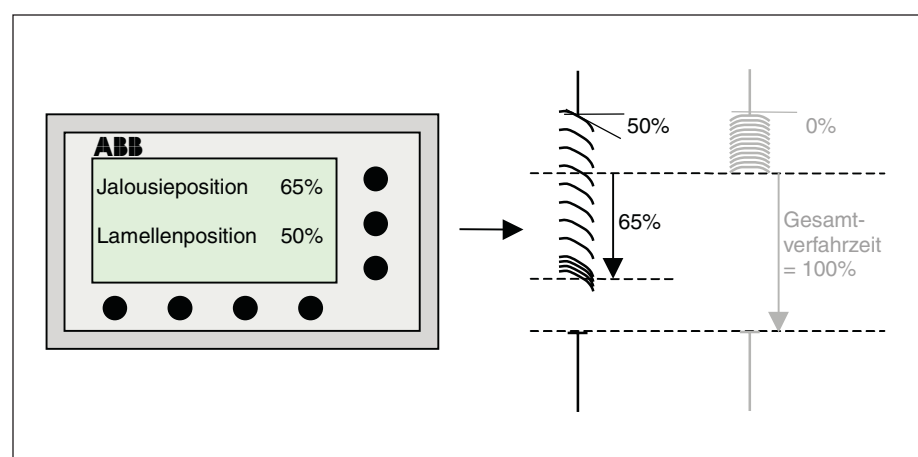

Abb. 3: Fahren in Position 0...100 %
**3.3.2 Fahren in Position 0...100 %** Über einen 8-bit-Wert kann der Behang gezielt in jede beliebige Position verfahren werden. In der Betriebsart „Jalousiebetrieb“ kann zusätzlich die Lamelle über einen 8-bit-Wert in einem beliebigen Winkel positioniert werden. Auf diese Weise kann bei jedem Fahrbefehl neu entschieden werden, in welche Position der Behang verfahren soll. Beispielsweise kann man an einem Display oder in einer Visualisierung die Position einstellen (siehe Abb. 3).